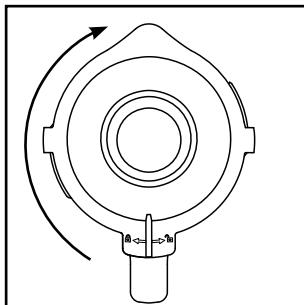

Fig. 2
- 4) Premere saldamente di nuovo il coperchio **2** sull'inserto mixer **3** in modo sfalsato. Chiudere il coperchio **2**, ruotandolo in senso orario nella posizione **Ⓐ**, fino a percepirla l'innesto (vedere Fig. 2). Verificare che il beccuccio dell'inserto mixer **3** sia chiuso. Il motore può avviarsi solo quando il coperchio **2** è posizionato a filo.